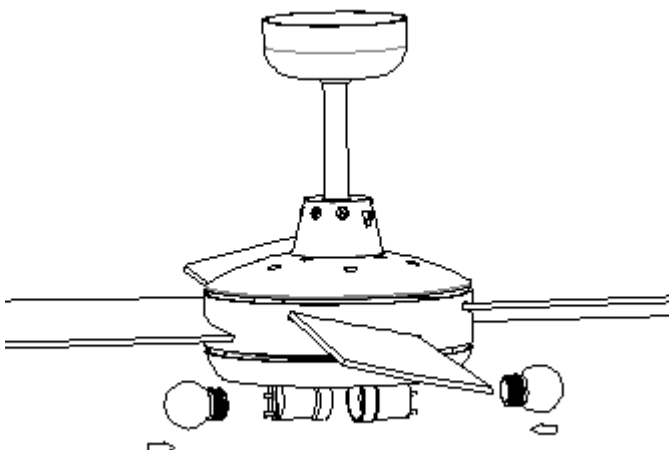

Abb. 8
7. Setzen Sie die Leuchtmittel in die Fassung ein. Abb. 8